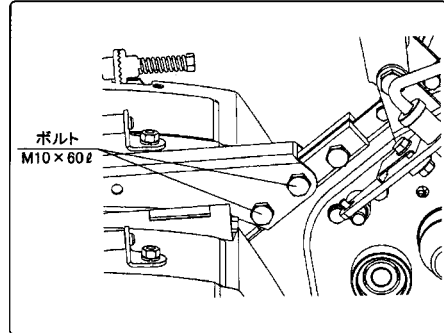

図54
- ① ビーム取付ボルト2本 (M10×60 ϕ) のナットをゆるめてください。(図54)